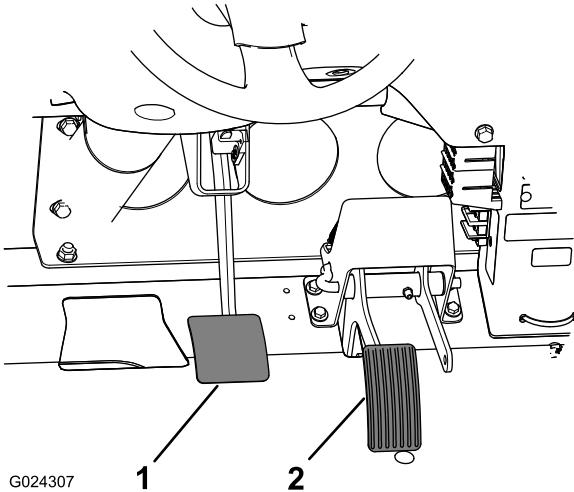

Рисунок 65
- Поднимите педаль тормоза, (Рисунок 65) пока она не коснется рамы.
- Ослабьте контргайку крепления вилки к валу главного тормозного гидроцилиндра (Рисунок 65).